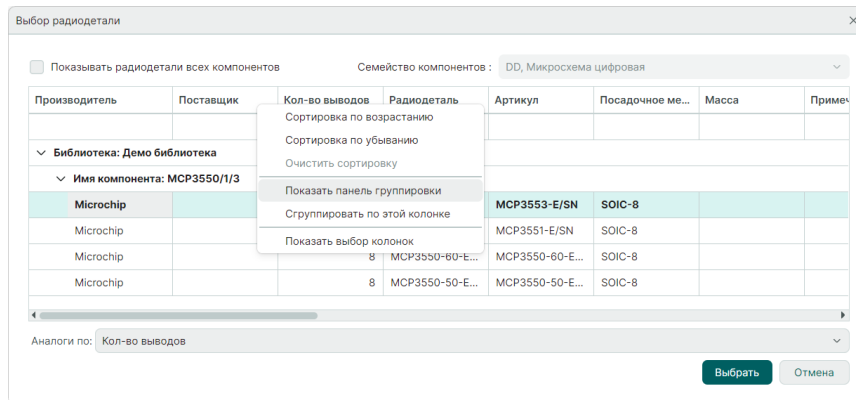

Рис. 95 Группировка радиодеталей по умолчанию
- По умолчанию данные сгруппированы по столбцам «Библиотека» и «Имя компонента». Для отображения панели группировки используйте команду контекстного меню «Показать панель группировки» для любого заголовка столбца, см. Рис. 95.